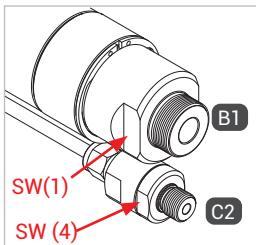
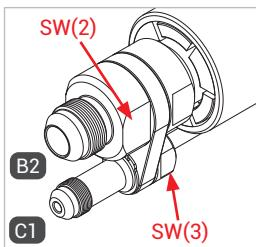

Figure 3
Figure 4
- ▶ Lors du montage du flexible de remplissage et de retour du gaz, de la conduite de fluide et de la conduite de retour du gaz aux raccordements « B1 », « B2 », « C1 » et « C2 », exercer une contre-pression sur les méplats SW(1), SW(2), SW(3) et SW(4) (*Figure 3* et *Figure 4*) avec une clé à fourche.
- ▶ Connecter hermétiquement l'entrée fluide « B1 » à la conduite de fluide de la station-service (*Figure 3*). Voir le tableau ci-dessous pour les couples de serrage.
- ▶ Connecter hermétiquement, le cas échéant, la conduite de retour du gaz « C2 » à la conduite de retour du gaz de la station-service (*Figure 3*). Voir le tableau ci-dessous pour les couples de serrage.
- ▶ Raccorder hermétiquement la sortie fluide « B2 » au raccordement du flexible de remplissage (*Figure 4*). Voir le tableau ci-dessous pour les couples de serrage.
- ▶ Raccorder hermétiquement, le cas échéant, la conduite de retour du gaz « C2 » au raccordement du flexible de retour du gaz (*Figure 4*). Voir le tableau ci-dessous pour les couples de serrage.